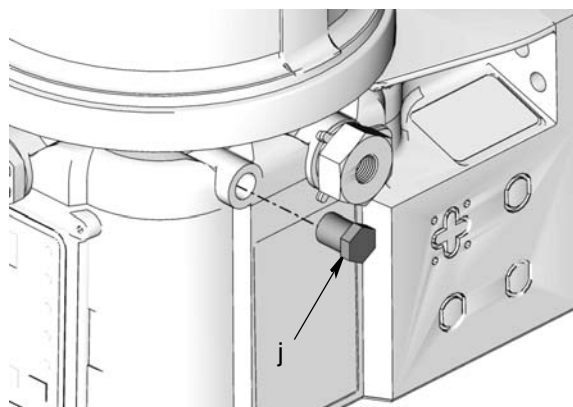

FIG. 7
- Use una llave para aflojar el tapón (j) de la ubicación de retorno. Retire el tapón del puerto (FIG. 7).